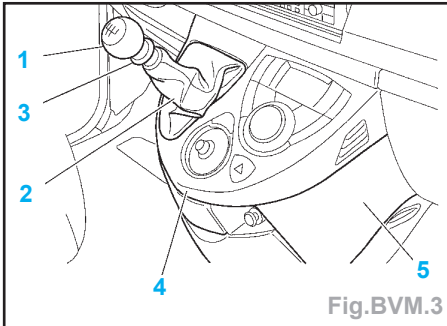

Fig.BVM.3
- Déposer le pommeau (1) du levier de vitesses (Fig.BVM.3).
- la façade de commande multifonctions (4) (Fig.BVM.3).